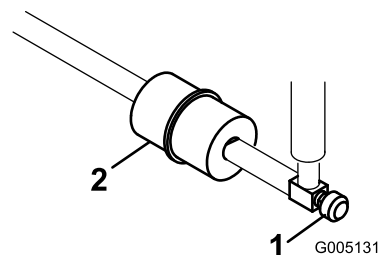

Figura 45
Nei tubi di alimentazione, tra il serbatoio del carburante ed il carburatore, è incorporato un filtro in linea (Figura 45). Verificate che la freccia sul filtro sia diretta lontano dal serbatoio del carburante.
1. Chiudete la valvola di intercettazione del carburante, allentate la fascetta stringitubo dal lato carburatore e rimuovete il tubo di alimentazione dal filtro (Figura 45).
2. Collocate una bacinella di spurgo sotto il filtro, allentate la restate fascetta stringitubo e rimuovete il filtro (Figura 45).